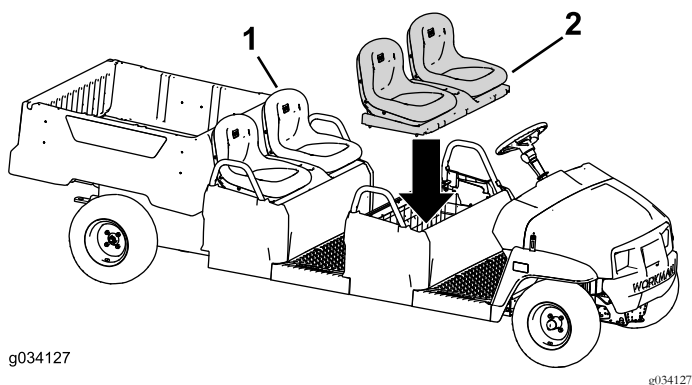

Figure 52
2. Montez l'ensemble sièges d'origine sur la rangée de sièges arrière (Figure 52).
3. Montez l'ensemble sièges sur la rangée de sièges avant (Figure 52).